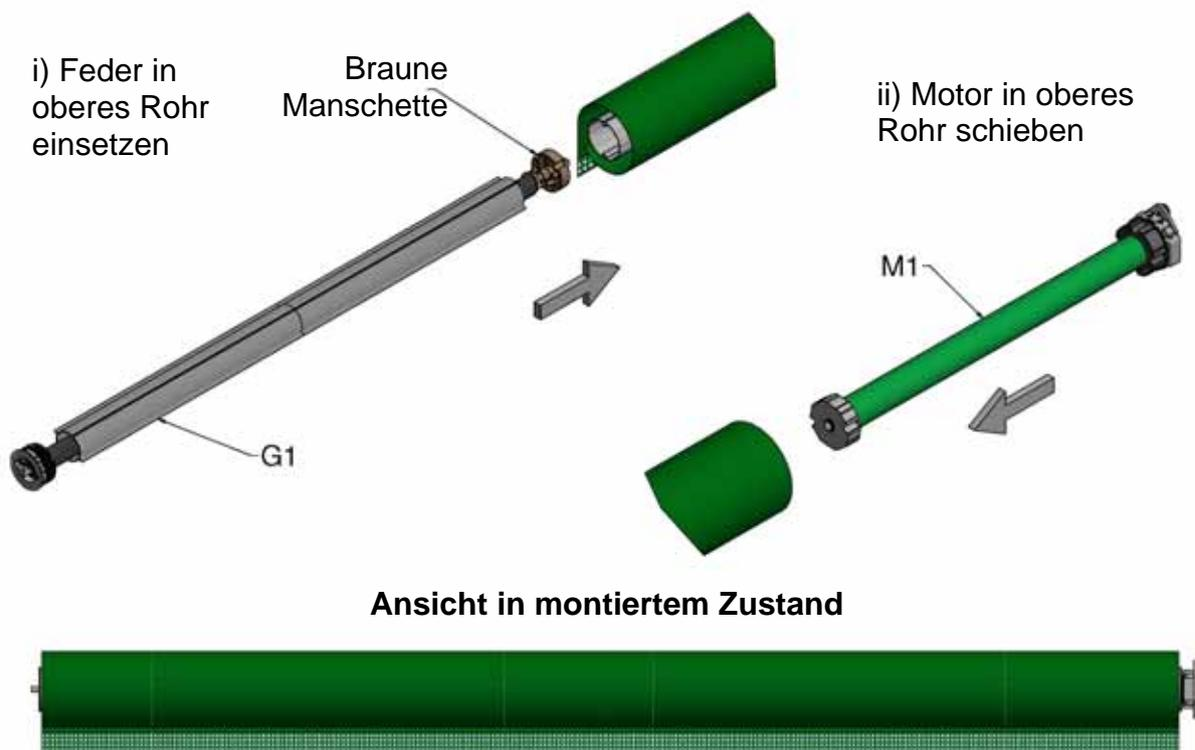
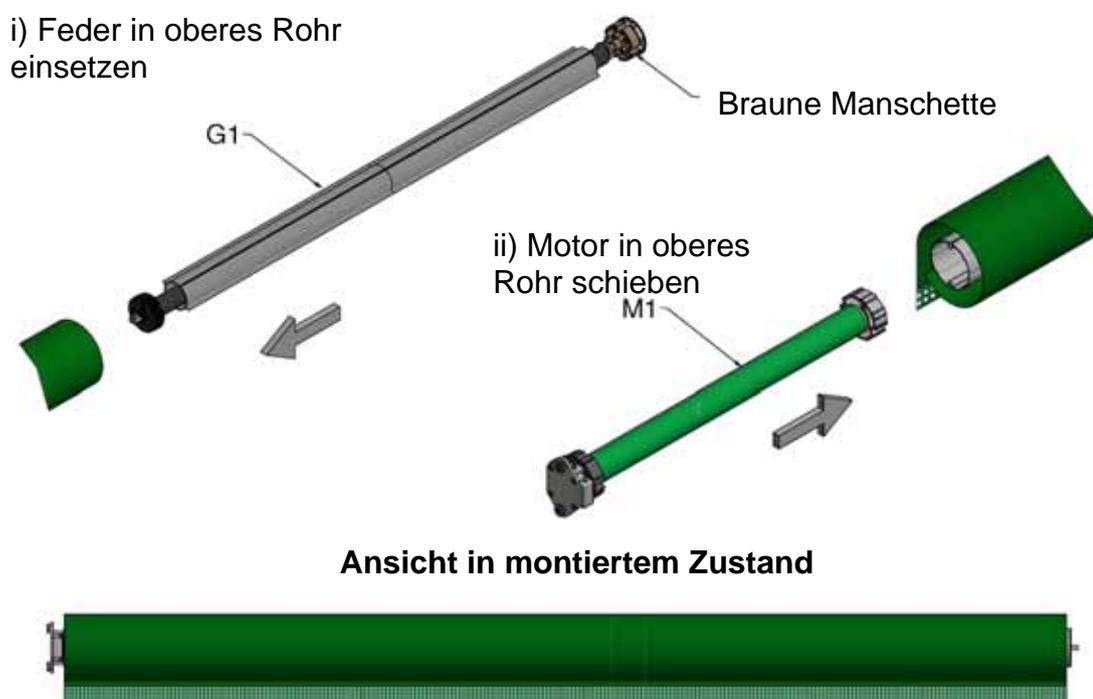

Abbildung 6b: Oberrohrreinheit (rechtsseitiger Antrieb)
Abbildung 6c: Oberrohrreinheit (linksseitiger Antrieb)
Federeinheit (G1) entsprechend der Ausrichtung der Halterung für das freie Ende in das obere Rohr einschieben und Motor (M1) in das gegenüberliegende Ende einsetzen. Rechtsseitiger Antrieb siehe Abbildung 6b, linksseitiger Antrieb siehe Abbildung 6c.
**ACHTUNG:** Die Feder muss unbedingt korrekt installiert werden (wie in Abbildung 6b bzw. 6c gezeigt). Andernfalls kann die Feder so stark beschädigt werden, dass sie funktionsunfähig wird. Galebreaker übernimmt in diesem Falle keine Haftung für eingetretene Schäden. Bei einem rechtsseitig bedienten Agridoor-System (Option R, wie in Abb. 6b gezeigt) muss deshalb zuerst die braune Manschette eingesetzt werden.